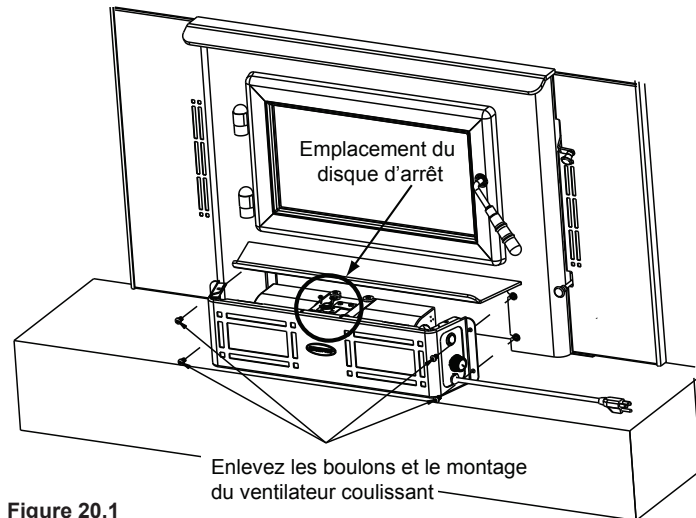

Figure 20.1
1. Retirez l'ensemble du ventilateur de l'appareil. À l'aide d'une clé Allen de 5/32, retirez les 4 boulons du boîtier du ventilateur et sortez l'assemblage (**Figure 20.1**).